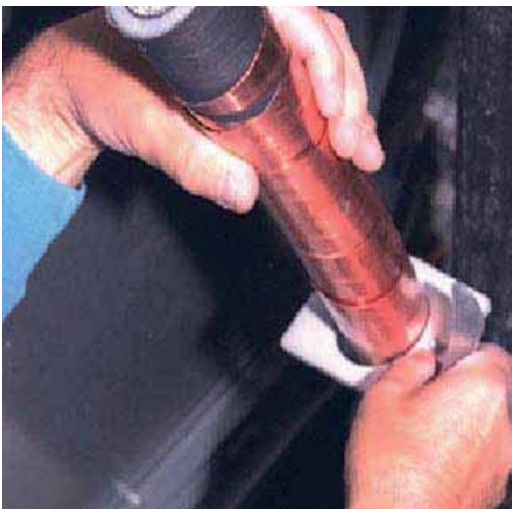

Fig. 6.4
- Couper les passes-câbles en caoutchouc de façon à les adapter au diamètre de câble, et à les emmancher sur les câbles (Fig. 6.4).